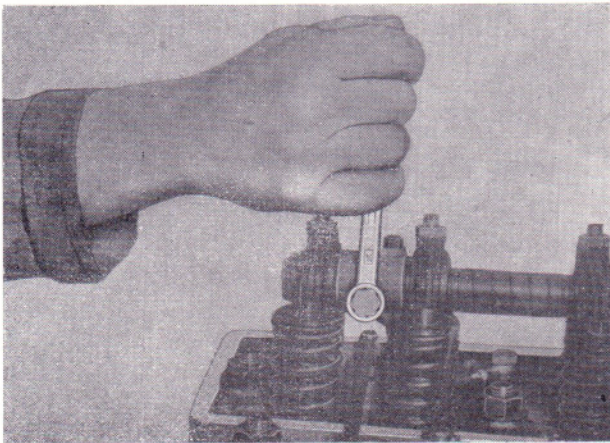

Bild 42
- Ölzufußleitung zu den Kipphebelböcken abbauen (Bild 42).